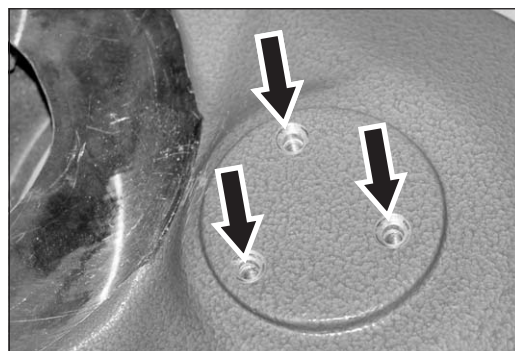

Abb. 43 Die Bohrungen im Vorsatz müssen zu den Gewinden des kompletten Schleiftellers fluchten!
- 3 Setzen Sie den kompletten Schleifteller mit dem Keilriemen in den Vorsatz ein (Abb. 42). Beachten Sie dabei, dass das Lochbild des kompletten Schleiftellers zum Lochbild des Vorsatzes fluchtet (Abb. 43)!